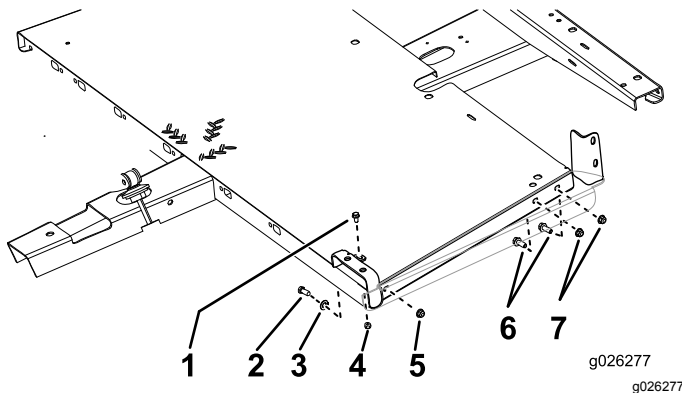

Figura 4
1. Fissate i pianali al telaio come illustrato in Figura 4.